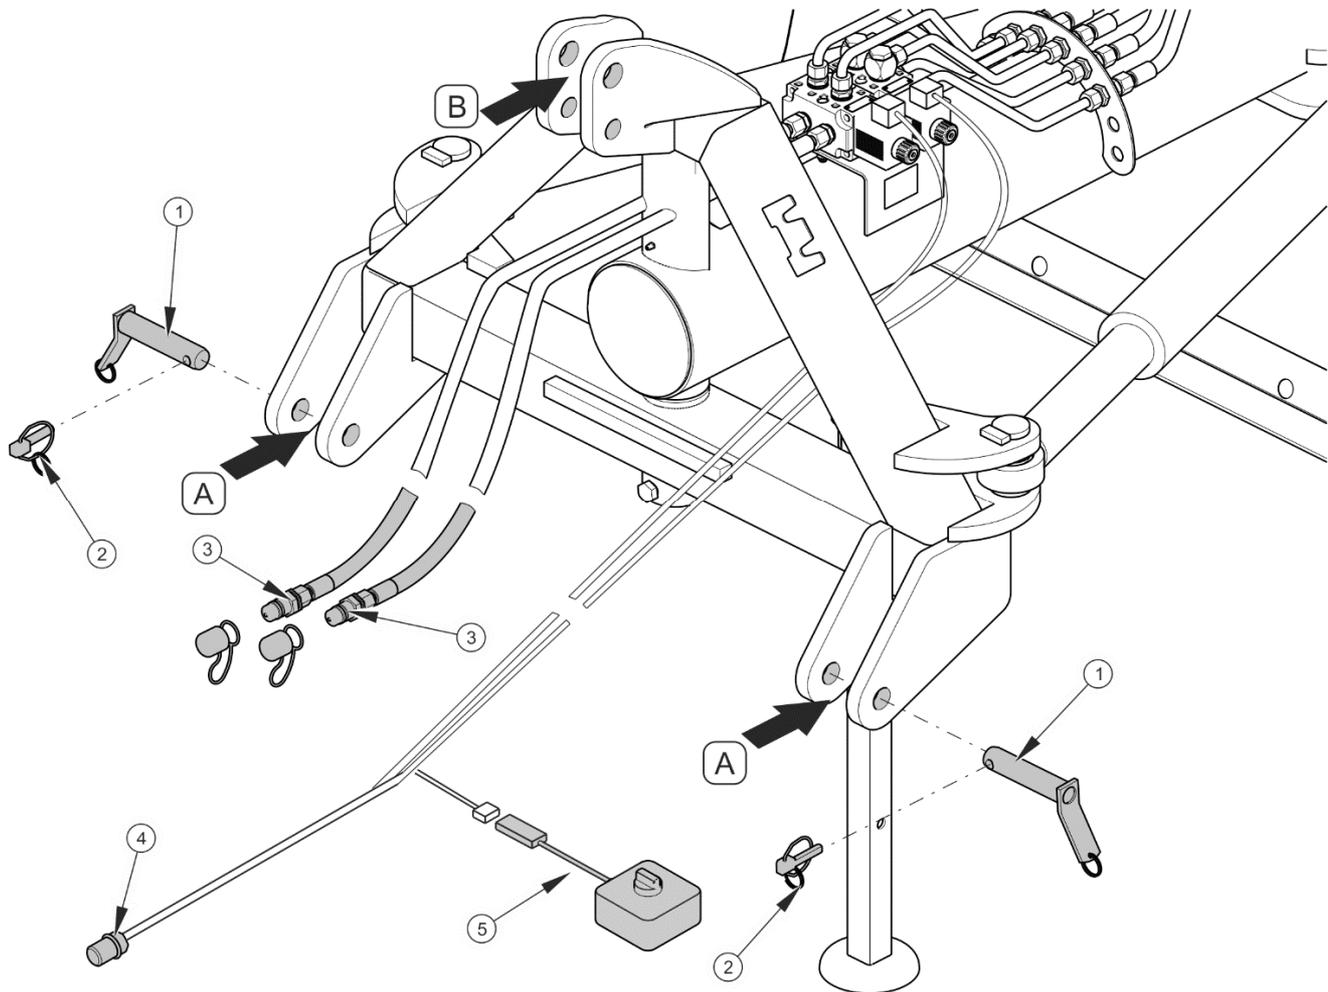

ABB. 4.1 Ankuppeln an den Schlepper
- Mit dem Schlepper rückwärts heranzufahren, sodass sich die Unterlenker der Dreipunkthydraulik in unmittelbarer Nähe zu den Befestigungspunkten (A) am Rahmen des Graders befinden (ABB. 4.1).
- Mithilfe des Bolzens (1) die unteren Befestigungspunkte (A) mit den Unterlenkern des Schleppers verbinden und mithilfe der Splinte (2) sichern.
- Den Oberlenker (B) des Schleppers mit dem oberen Befestigungspunkt (B) verbinden und sichern.
- Die Schnellkupplungen (3) der Hydraulikleitungen an die externe Hydraulik des Schleppers anschließen.
- Den 3-poligen Stecker (4) der Elektroinstallation an die 3-polige Steckdose am Schlepper anschließen.
- Den Schalter (5) an das Hauptkabel anschließen und an einer zugänglichen Stelle in der Fahrerkabine platzieren.